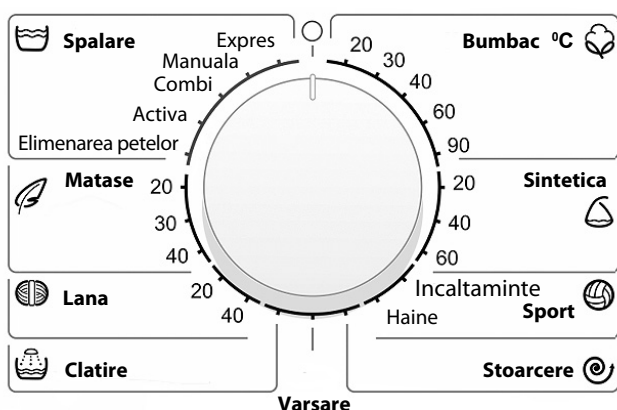

Figura 2 — Mânerul de alegere a programului de spălare
1.1.2 Selectorul este folosit pentru pornirea/oprirea mașinii și alegerea programului de spălare, în conformitate cu figura 2. În jurul selectorului sunt imprimate denumirile programelor și simbolul . Selectorul se rotește în ambele direcții (în sensul acelor de ceasornic sau în sensul contrar acelor de ceasornic), și se fixează la diviziunea corespunzătoare a programului selectat. La fixarea selectorului la simbolul mașina se oprește.
1.3.2 Pentru a porni mașina fixați selectorul în conformitate cu figura 2 la diviziunea programului de spălare necesar — se aprind indicatorii operației de spălare a programului selectat.